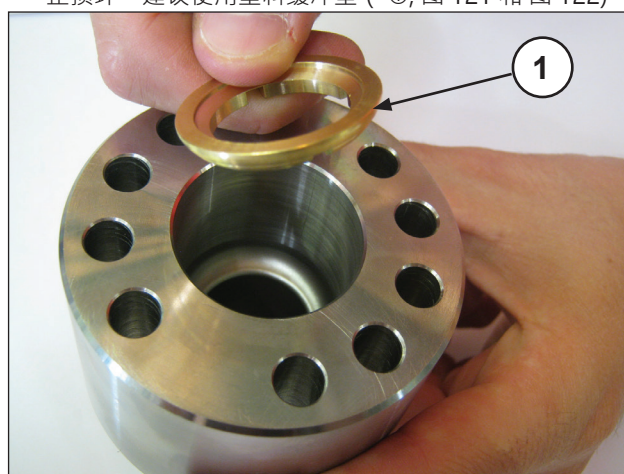
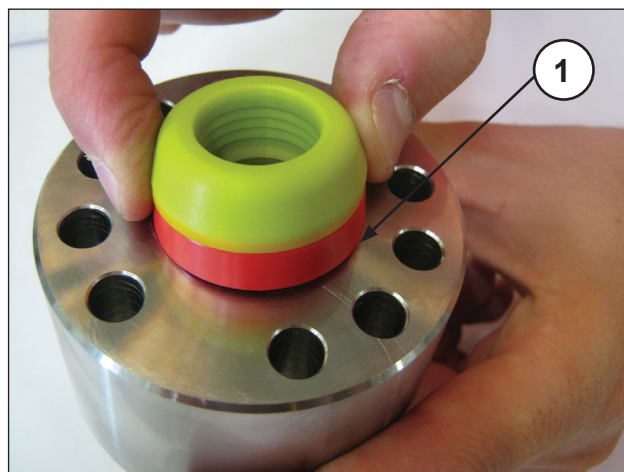
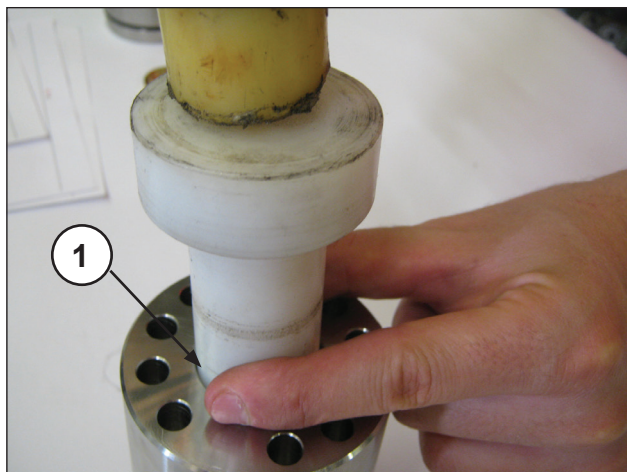

图 120
图 121
图 122
- 将泵头的环插入H.P. (高压) 密封圈支撑中 (①, 图 120) · 接着将H.P. (高压) 密封圈组插入；由于密封圈和H.P. (高压) 密封圈支撑之间的轻微干扰，为防止损坏，建议使用塑料缓冲垫 (①, 图 121 和 图 122)。
H.P. (高压) 密封圈必须按照图 121和图 123所示将其插入支撑。